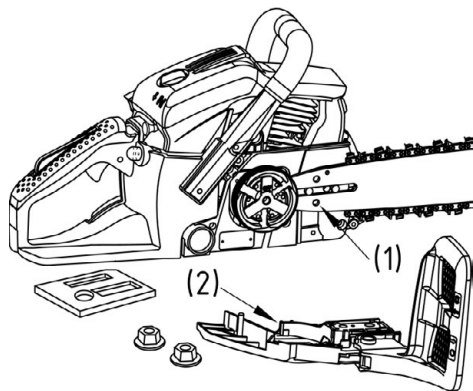

Рис. 3
3. Наденьте цепь на звездочку, затем наденьте цепь на направляющую шину. Отрегулируйте положение гайки натяжения цепи (рис. 3).